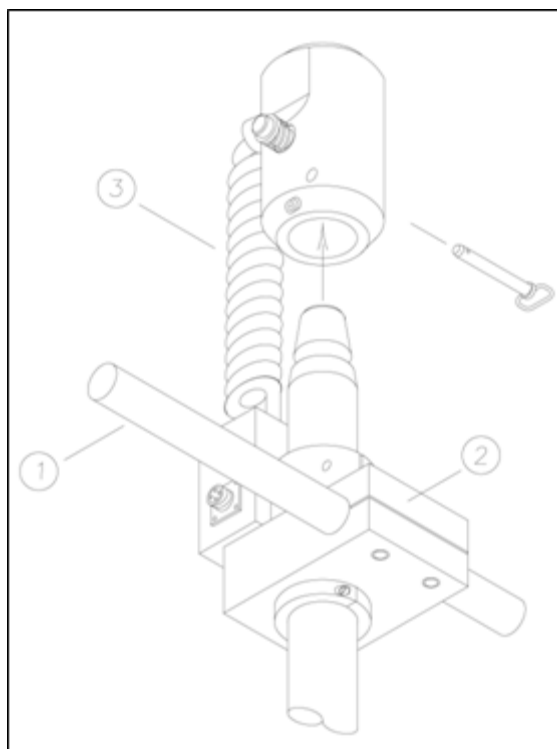

Figura 5 Montaje de varilla radial / caja de conexiones
Conecte el conector AMP en el cable de bobina negro pesado al conector AMP en el acoplamiento de barra de línea. (3) (Figura 5)